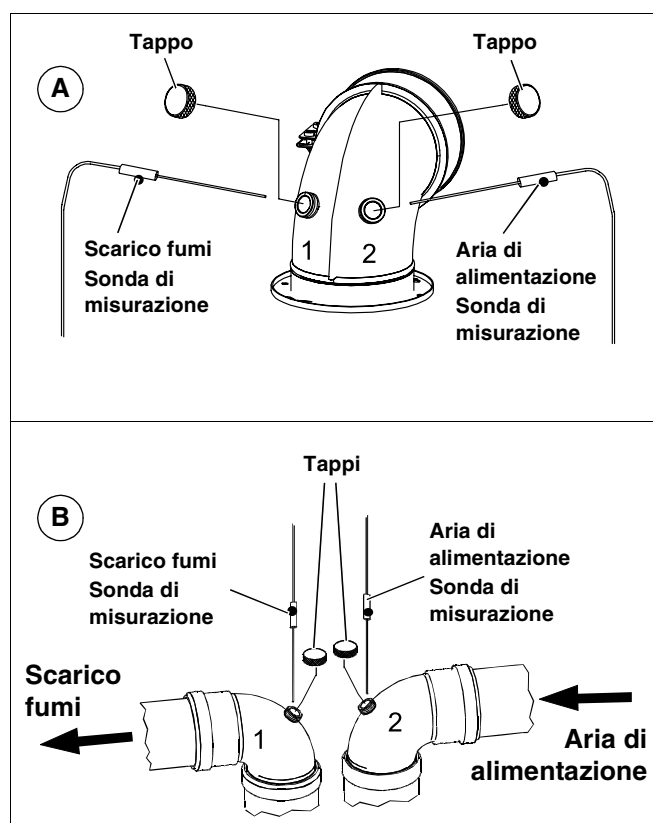

Fig. 28 Determinare le perdite al camino
- Misurazione della temperatura dell'aria di alimentazione (in °C) nell'apertura 2 (fig. 28, **Pos. A**).
- Misurazione della temperatura dei fumi di scarico (in °C) e del contenuto di CO₂ o di O₂ (in %) nell'apertura 1 (fig. 28, **Pos. A**).
- Misurazione della temperatura dell'aria di alimentazione (in °C) nell'apertura 2 (fig. 28, **Pos. B**).
- Misurazione della temperatura dei fumi di scarico (in °C) e del contenuto di CO₂ o di O₂ (in %) nell'apertura 1 (fig. 28, **Pos. B**).